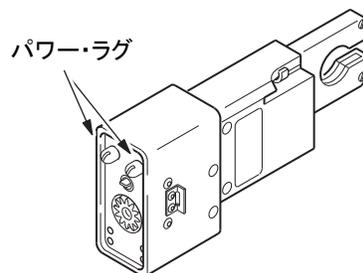

図 28: ウェルド・ヘッドのパワー・ラグのクリーニング
4. 同梱のステンレス鋼製ワイヤー・ブラシを使用して、ウェルド・ヘッドの 2 個のパワー・ラグのクリーニングを行います(図 28)。